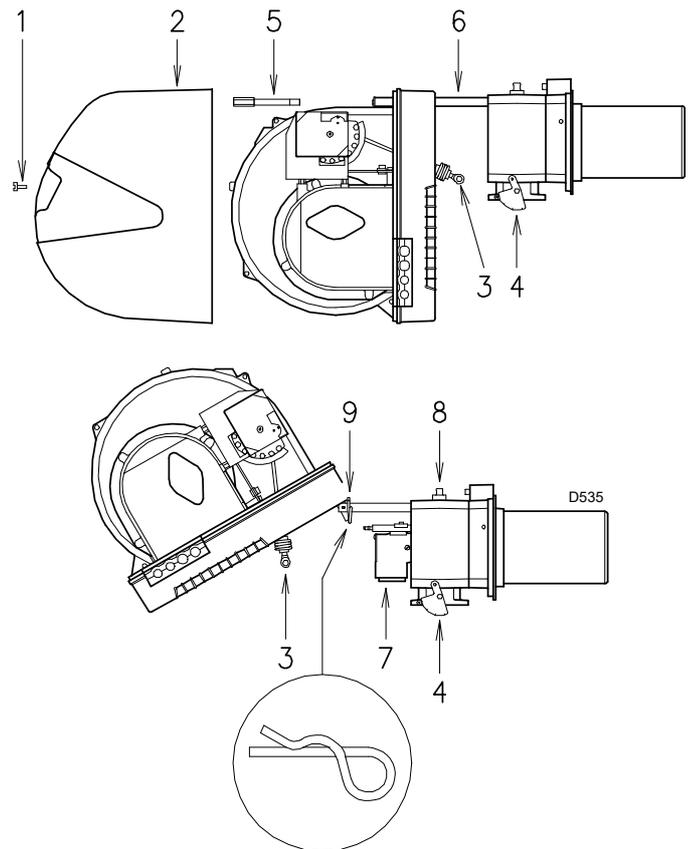

Fig. 34
- Retirer la vis 1 et extraire le capot 2 (Fig. 34))
On peut alors extraire le distributeur de gaz 7) après en avoir retiré la vis 8)(Fig. 34).
- Enlever la goupille 9)(Fig. 34) et pousser le brûleur jusqu'à environ 100 mm du manchon. Rebrancher les câbles et faire glisser le brûleur jusqu'en butée. Remettre la vis 5) et la goupille 9) et tirer délicatement vers l'extérieur les câbles de la sonde et de l'électrode, jusqu'à les mettre légèrement en tension. Raccrocher la rotule 3) au secteur gradué 4).